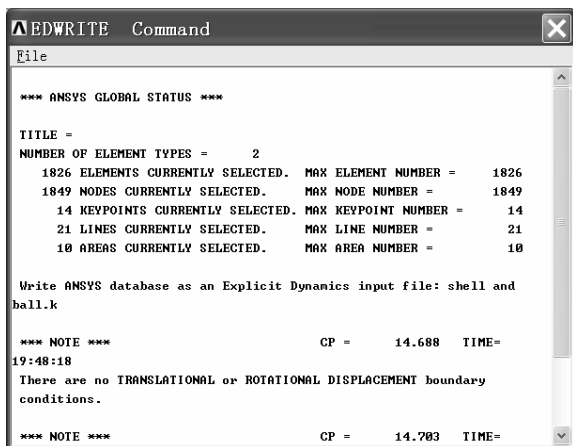
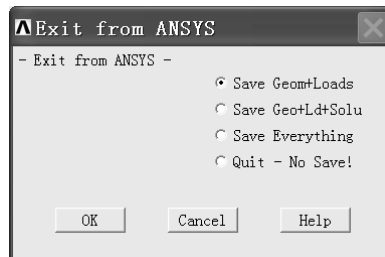

图 4-59 “EDWRITE Command” 窗口
图 4-60 “Exit from ANSYS” 窗口
(4) 单击 “Input files to be Written for LS-DYNA” 窗口中的 “OK” 按钮，弹出 “EDWRITE Command” 窗口（见图 4-59）。
(5) 单击 “EDWRITE Command” 窗口右上角的叉号关闭该窗口。
(6) 单击操作界面右上角的叉号关闭整个操作界面，弹出 “Exit from ANSYS” 窗口（见图 4-60）。
(7) 单击 “Exit from ANSYS” 窗口中 “Save Everything” 前面的单选框，再单击该窗口中的 “OK” 按钮。